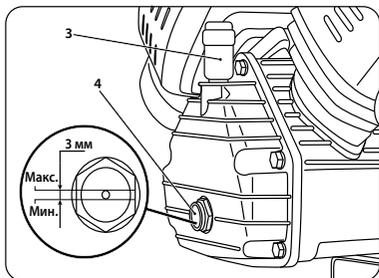

рис. 6
Открутите пробку картера (рис. 6) и залейте масло до максимального уровня (до красной отметки) в смотровом окне (4) (рис. 6). Используйте компрессорное масло, поставляемое с компрессором.
Для контроля количества масла снимите пробку картера, проверьте уровень (до красной отметки), при необходимости залейте до отметки максимума. Категорически не рекомендуется смешивать масла разных типов. После заправки маслом вместо заглушки установите сапун (3) (рис. 6).